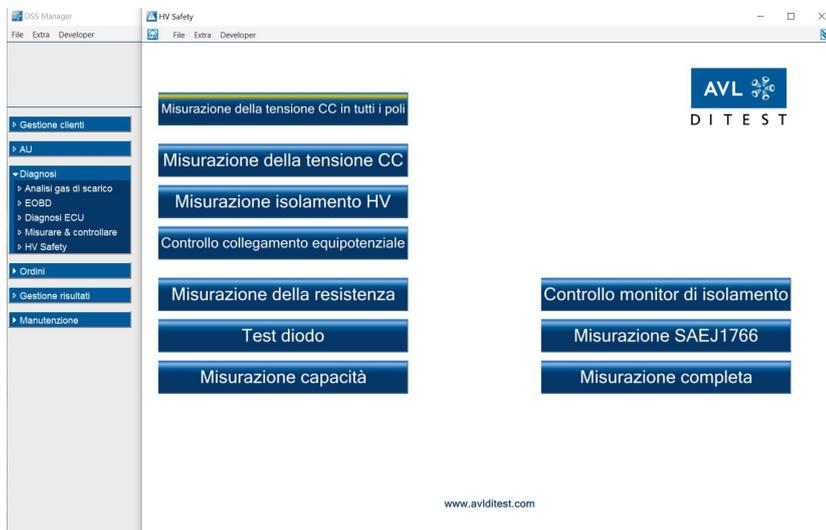

Fig. 3-1
Attivando le rispettive voci appaiono le funzioni di misurazioni speciali Verifica del controllore d'isolamento, Misurazione SAEJ1766 e Misurazione complessiva nella selezione della funzione di misurazione sulla schermata iniziale dell'applicazione HV Safety (vedere Fig. 3-1)
2. Cliccare su **Diagnosi | HV Safety**, (vedere Fig. 3-1).
1. Dopo aver cliccato sulla modalità operativa **Misurazione di tensione CC tutti i poli**, vedere Fig. 3-1, appare una schermata con le avvertenze di sicurezza.
1. Dopo aver cliccato sulla modalità operativa **Misurazione di tensione CC**, vedere Fig. 3-1, appare una schermata con le avvertenze di sicurezza.
1. Dopo aver cliccato sulla modalità operativa **Misurazione dell'isolamento ad alta tensione**, vedere Fig. 3-1, appare una schermata con le avvertenze di sicurezza.